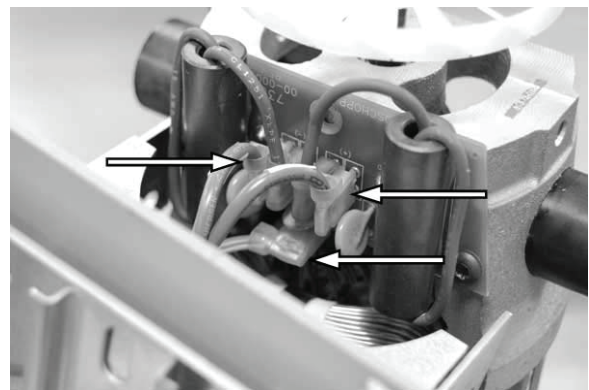

Figura 22.
4. Veja a Figura 22. Desconecte os três fios do motor.